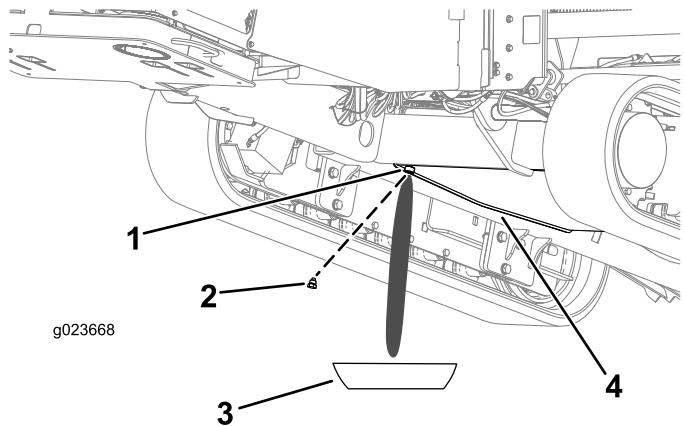

Figura 94
3. Afloje el tapón de vaciado y drene el agua y los sedimentos (Figura 94).